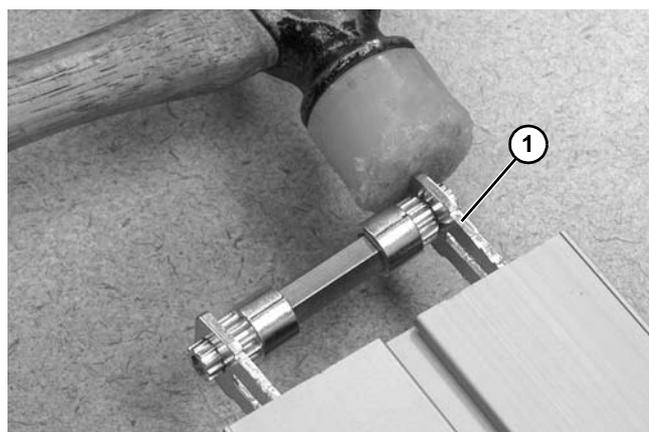

**Figura 102**
7. Inserte el conjunto del piñón (**Figura 102, artículo 1**) en el armazón del transportador.